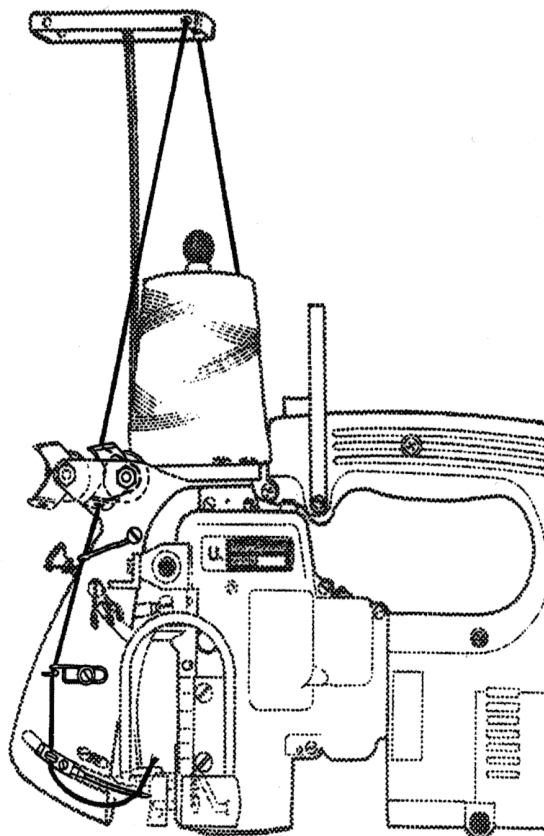

Fig.4
Prüfen Sie die Einfädelung der Maschine. Beachten Sie die Einfädelanleitung Fig. 4 und den Abschnitt „EINFÄDELN“.
Thread the machine as shown in Fig. 4.
For threading the looper (double locked stitch machines only) open the hinged cover (A, Fig. 4) and turn motor handwheel in operating direction until the needle is in its lowest position below the throat plate. Reclose hinged cover (A) after threading.
The tension (L, Figs. 4 and 13) controls the looper thread and the tension (N) controls the needle thread. Only a slight tension should be applied on the looper thread. The tension applied on the needle thread depends upon the size of the thread and the thickness of the fabric to be sewn and has to be regulated till the machine sews and chains off perfectly.
The presser foot pressure is regulated with the knurled regulating screw (B, Fig. 4).
Fädeln Sie die Maschine wie in Fig. 4 gezeigt ein.
Zum Einfädeln des Greifers (nur bei Doppelkettenstichmaschinen) öffnen Sie die Verschußklappe (A, Fig. 4) und drehen am Motor-Handrad in Drehrichtung bis die Nadel in der tiefsten Stellung unter der Stichplatte ist. Schließen Sie nach dem Einfädeln die Verschußklappe (A) wieder.
Die Spannung (L, Fig. 4 und 13) reguliert den Greiferfaden und die Spannung (N) den Nadelfaden.
Der Drückerfußdruck wird mit der gerändelten Stellschraube (B, Fig. 4) reguliert.
Loosen the screw (D, Fig. 4) for the needle and draw out the needle. Insert the shank of the new needle as far as it will go into the needle seat and with the flat on the shank facing to the front.
Lösen Sie die Schraube (D, Fig. 4) für die Nadel und ziehen Sie die Nadel heraus. Stecken Sie den Kolben der neuen Nadel bis zum Anschlag in den Nadelsitz und so, daß die Fläche am Kolben nach vorne zeigt.